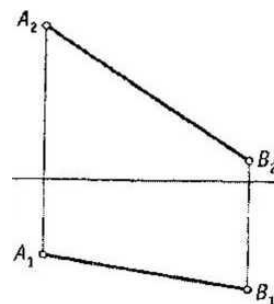

Рисунок 1.2.
- Определить натуральную величину отрезка  $AB$  и угол наклона его к плоскости проекций, (рисунок 1.2)